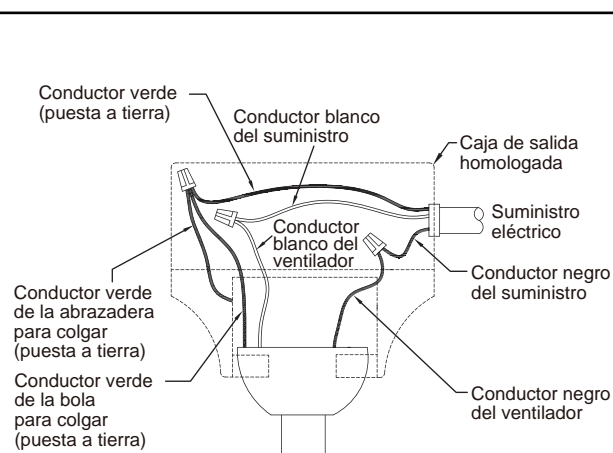

Figura 14
1. Conecte el conductor verde con conexión a tierra de la bola para colgar y el conductor verde con conexión a tierra de la abrazadera para colgar al conductor de suministro con conexión a tierra (posiblemente un conductor desnudo o un cable con aislante verde). Conecte los cables a los conectores provistos de forma segura. Conecte el conductor blanco del motor del ventilador al conductor blanco (neutro) mediante el conector provisto de forma segura. Conecte el conductor negro del motor del ventilador y el conector azul al conducto negro mediante el conector provisto de forma segura. (Figura. 14)